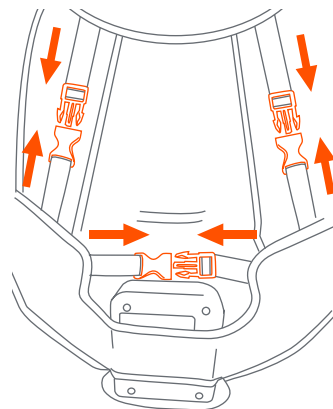

Fig. 11
- 11) • Secure the seat pad to the frame by buckling the straps on the back of the pad (Fig. 11). Place the bouncer back in the upright position.
• Sujete la almohadilla del asiento al armazón abrochando las correas de la parte trasera de la almohadilla (Fig. 11). Coloque la parte trasera del rebotador en la posición erguida.